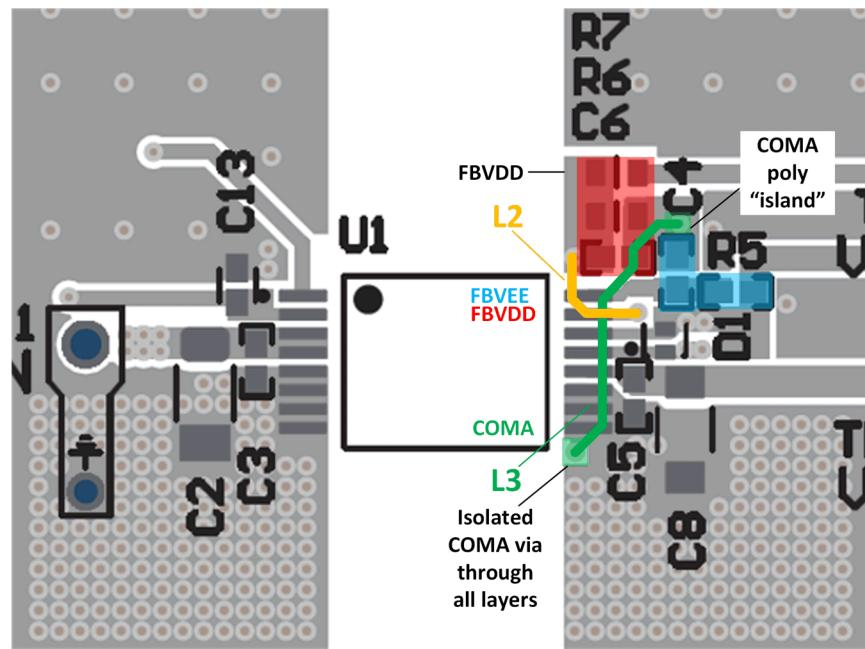

图 3-9. FBVDD (R6-7、C6)、FBVEE (R5、C4)、COMA 布线
- 图 3-9 显示了布局示例，其中 L2 (黄色) 布线在第 2 层，L3 (绿色) 布线在第 3 层。